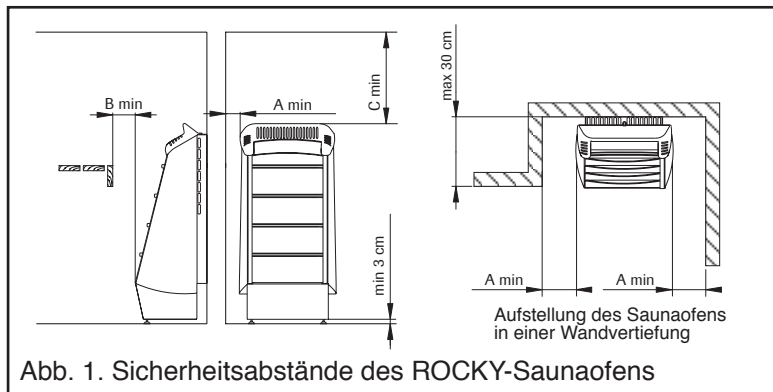

Abb. 1. Sicherheitsabstände des ROCKY-Saunaofens
**) Siehe Abb. 1
- Der Saunaofen kann auch in eine Wandvertiefung gestellt werden. Siehe Abb. 1